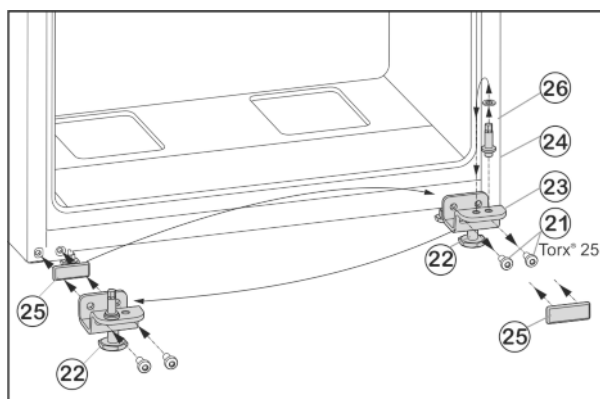

Fig. 6
- ▶ Викрутіть гвинти кріплення Fig. 6 (21).
- ▶ Зніміть нижній опорний кронштейн Fig. 6 (23) разом із гвинтом Fig. 6 (24), шайбою Fig. 6 (26) та установочною ніжкою Fig. 6 (22).
- ▶ Відкрутіть гвинт Fig. 6 (24) разом із шайбою Fig. 6 (26), переставте їх у протилежний отвір опорного кронштейна та знову закрутіть.
- ▶ Обережно зніміть кришку Fig. 6 (25) і переставте її на протилежний бік.
- ▶ Знову прикрутіть нижній опорний кронштейн Fig. 6 (23) разом із гвинтом Fig. 6 (24), шайбою Fig. 6 (26) та установочною ніжкою Fig. 6 (22) на інший бік шарніра (з моментом 4 Нм), у разі необхідності скористайтеся акумуляторним гвинтокрутом.
- ▶ Встановіть нижні дверцята згори на опорний гвинт Fig. 6 (24).
- ▶ Викрутіть установочну ніжку Fig. 6 (22) на нижньому опорному кронштейні Fig. 6 (23), доки він не буде опиратися на підлогу.